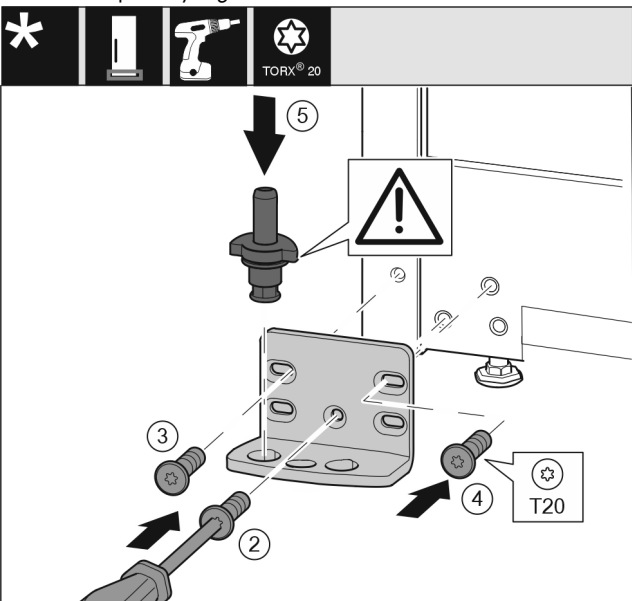

Fig. 17
- ▶ Установите опорный кронштейн с другой стороны и прикрутите с помощью отвертки. Начинать с винта Fig. 17 (2) снизу в центре.
- ▶ Затяните винт Fig. 17 (3) и винт Fig. 17 (4).
- ▶ Снова установите опорный палец Fig. 17 (5) в сборе. При этом проследите за тем, чтобы выступ фиксатора был направлен назад.